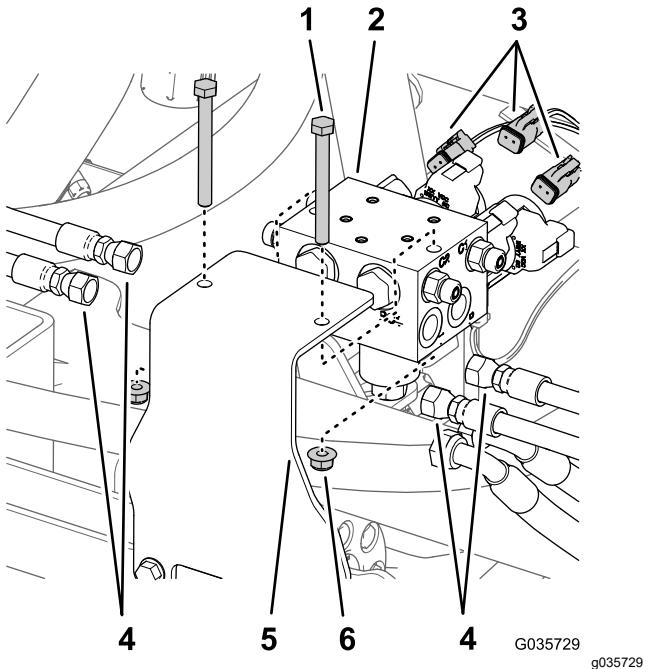

Figura 12
- Etiquete todas las mangueras conectadas al distribuidor del cilindro de elevación (puertos C1, C2, C3 y C4) y desconéctelas del distribuidor del cilindro (Figura 12).
- Desconecte los conectores del arnés de cables trasero de los solenoides del distribuidor del cilindro de elevación (Figura 12).
- Retire el distribuidor del cilindro de elevación del soporte de montaje, retirando los 2 pernos y las 2 contratuerzas (Figura 12).